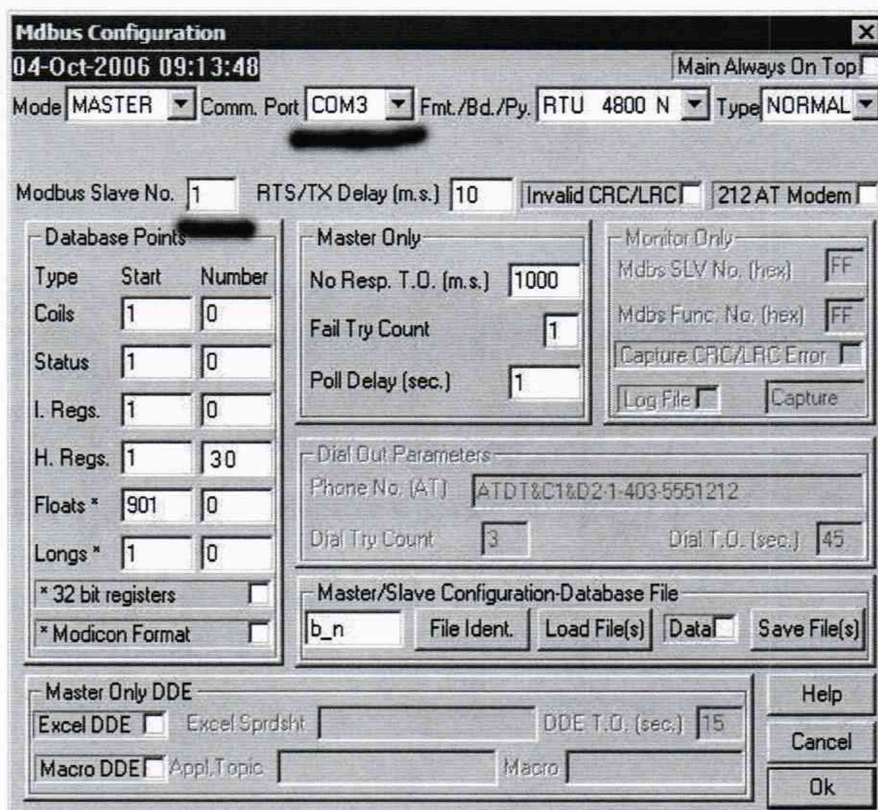

Рисунок 2 - Окно настройки программы Mdbus
7) Нажать на пункт меню «Configuration», при этом на экране появится окно настройки (рисунок 2).